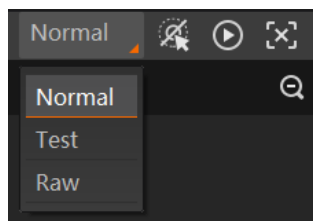

图2-8 运行模式设置
3. 通过“预览窗口”区域右上方下拉选择设备的运行模式, 运行模式分为 Test、Normal、Raw 3 种, 如图 2-8 所示。具体介绍请见 3.2 运行模式章节。